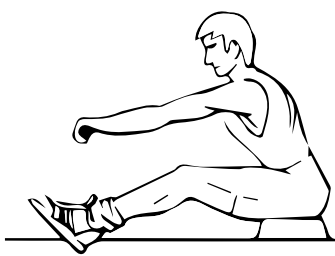

Fig. 4
- Sedersi come mostrato in Fig. 4 con le gambe dritte, piegarsi in avanti e afferrare il manubrio.